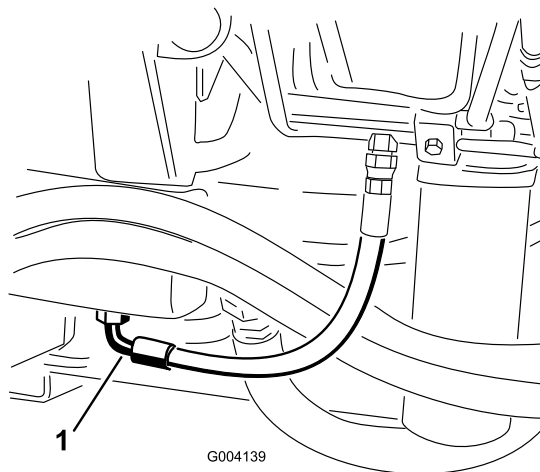

Figure 67
2. Placez un grand bac de vidange sous le raccord monté au bas du réservoir de liquide hydraulique (Figure 67).